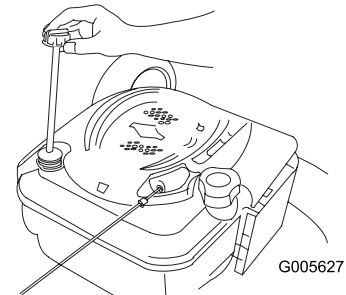

Figura 33
4. Vierta **lentamente** aceite en el tubo de llenado hasta que el nivel llegue a la marca Full de la varilla (Figura 33). **No llene demasiado.** (Capacidad máxima: 0,59 l, tipo: SAE 30W, aceite detergente con clasificación de servicio API SF, SG, SH, SJ, SL o superior.)